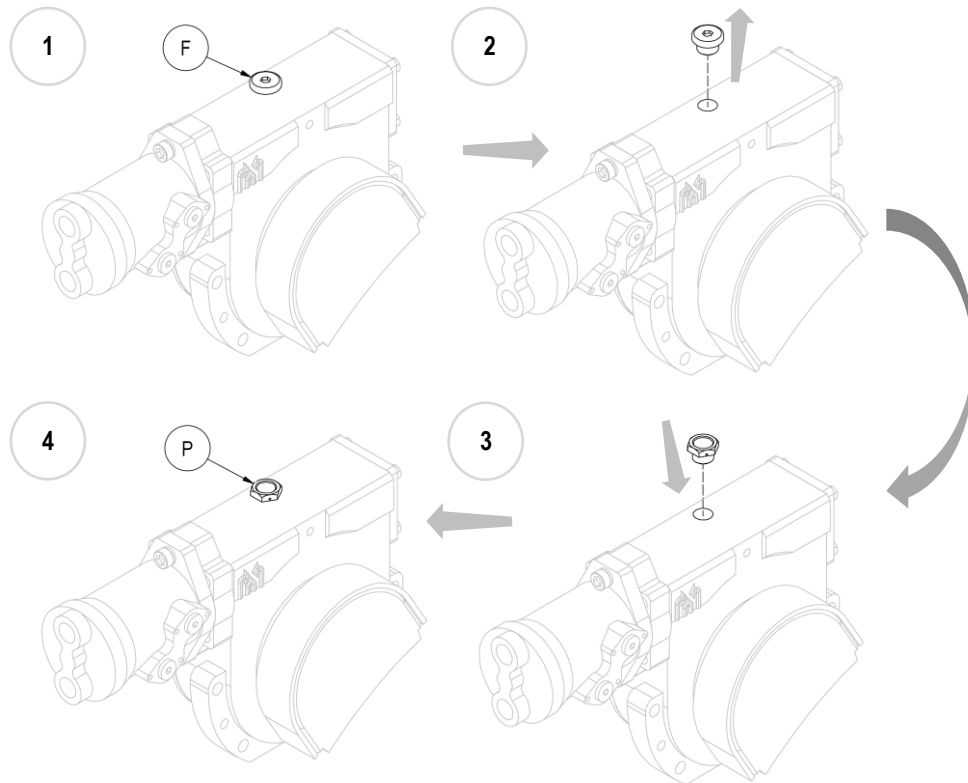

Figure 5
9. **N.B.** Une fois que l'équipement a été monté, remplacer le bouchon de remplissage d'huile en fer (F) par celui en plastique fourni (P), doté d'un évent (voir Figure 5).